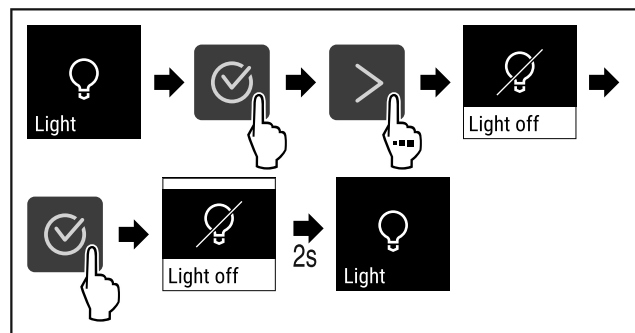

Fig. 67
- ▶ Εκτελέστε τα βήματα ενεργειών (βλέπε Fig. 67) .